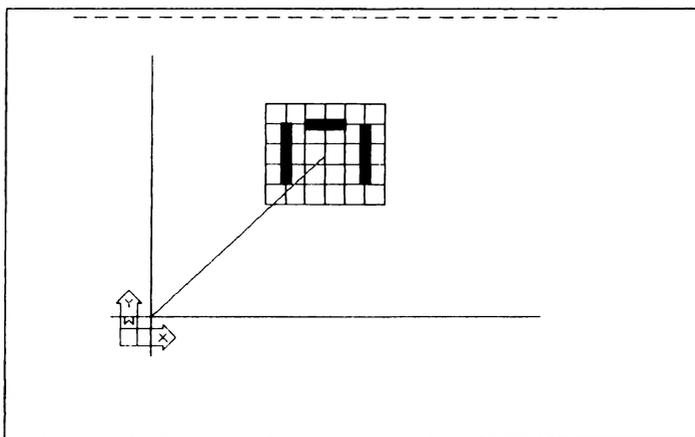

Рис. 9.10. Построение перспективы
6. Постройте перспективу (рис. 9.10):